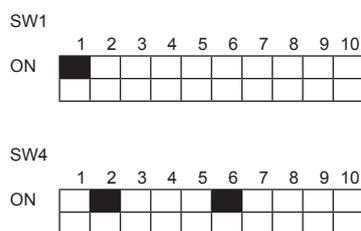

Fig. 2-2
2.4.3. Ρυθμίσεις διακόπτη (Fig. 2-2)